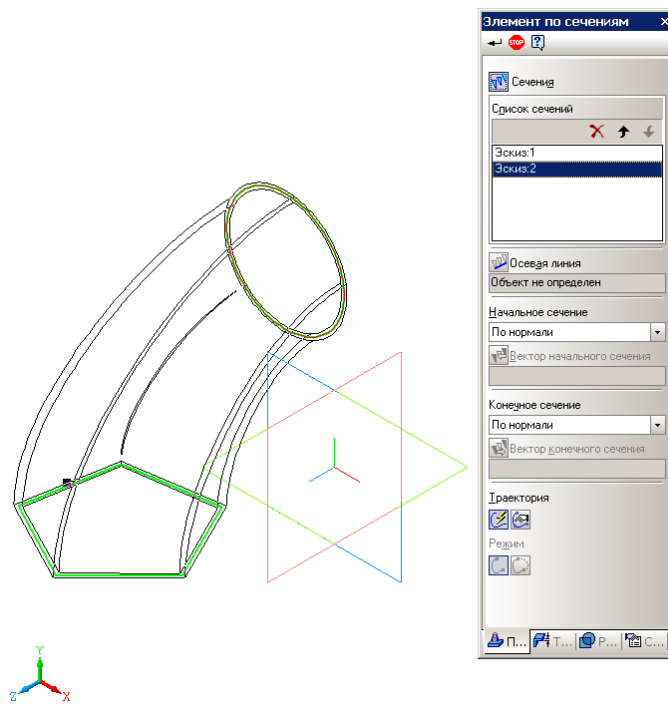

Рис. 5.14. Окно свойств и "фантом" модели операции по сечениям.
2.12. На закладке **Параметры** операции **По сечениям** выберите (рис. 5.14):